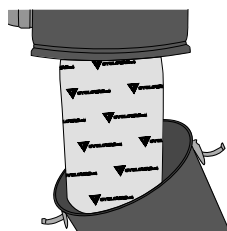

figura 13
1. Para quitar los filtros, desenganche el tanque (**figura 13**).